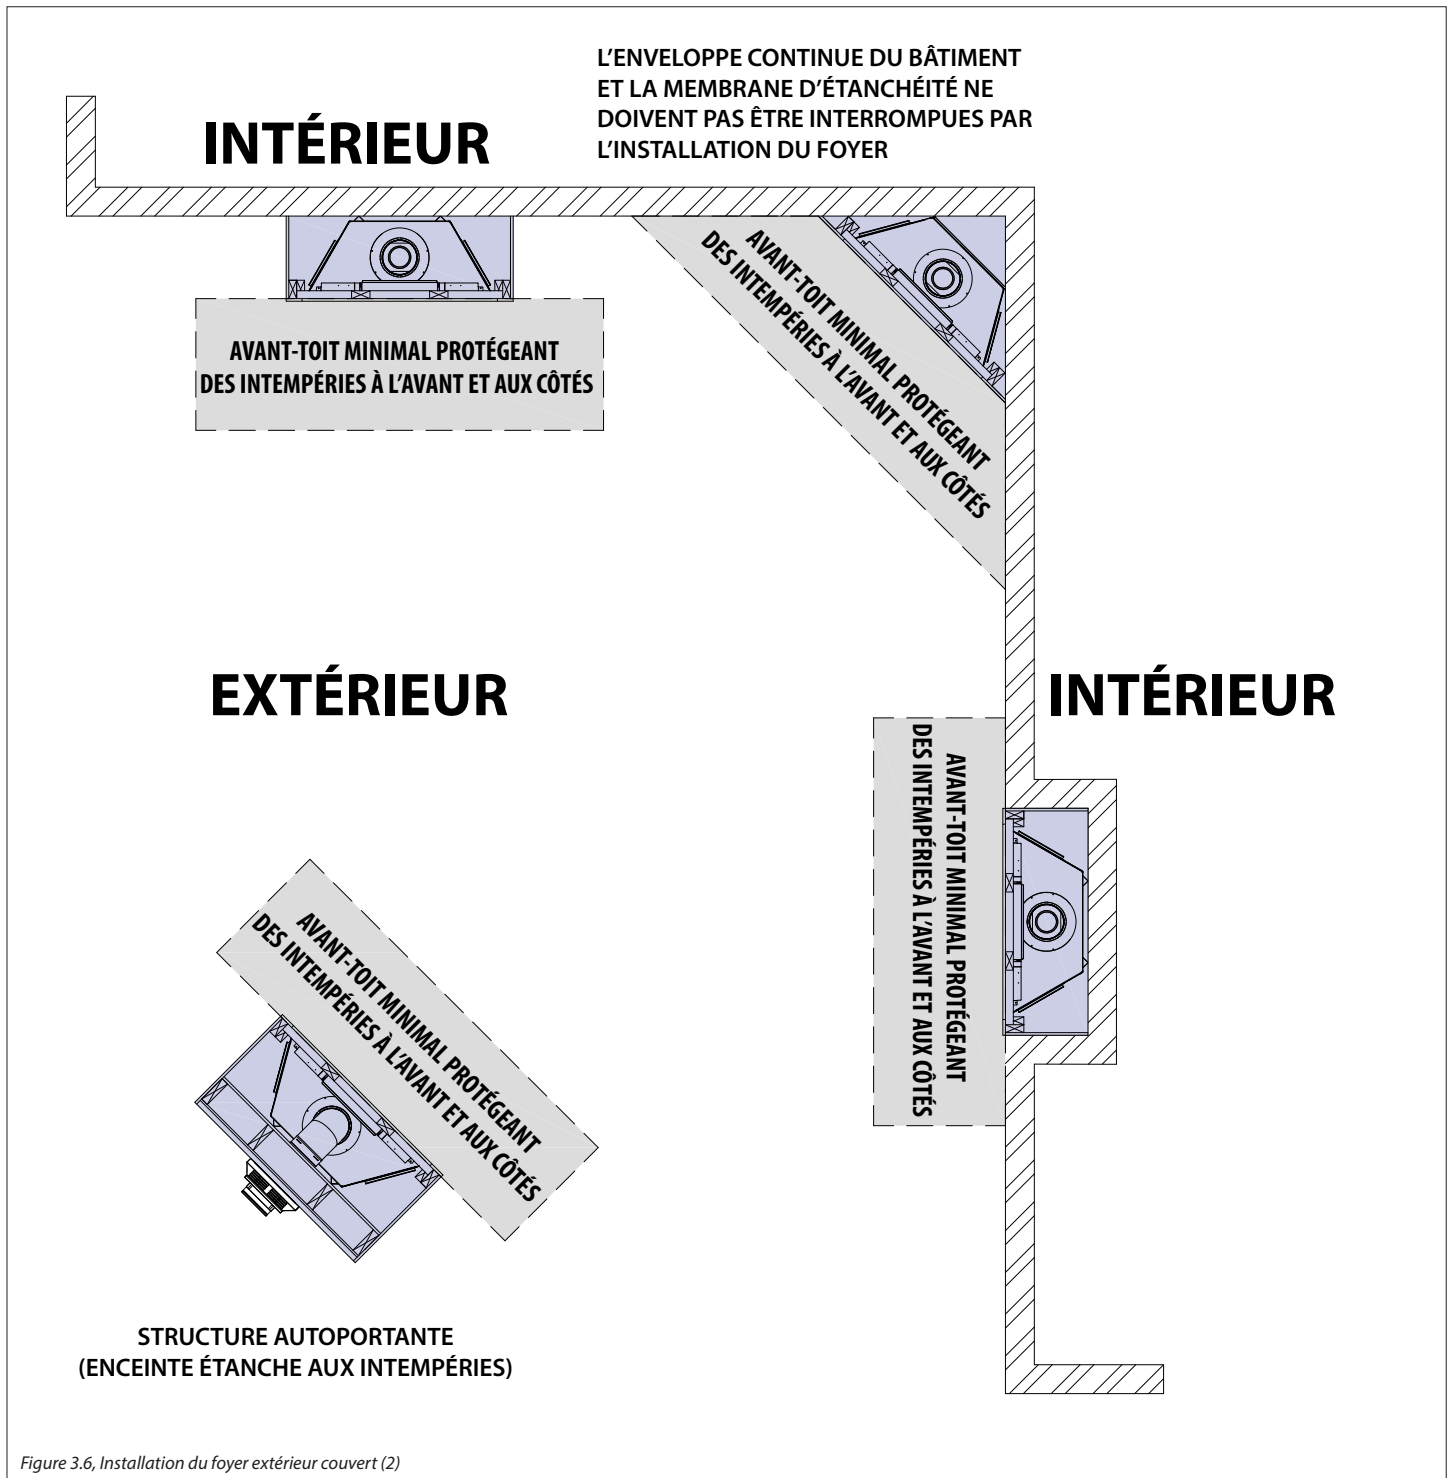

Figure 3.6, Installation du foyer extérieur couvert (2)
- L'enveloppe continue du bâtiment et la membrane d'étanchéité (protégeant des intempéries) ne doivent pas être interrompues par l'installation du foyer. Voir la Figure 3.6